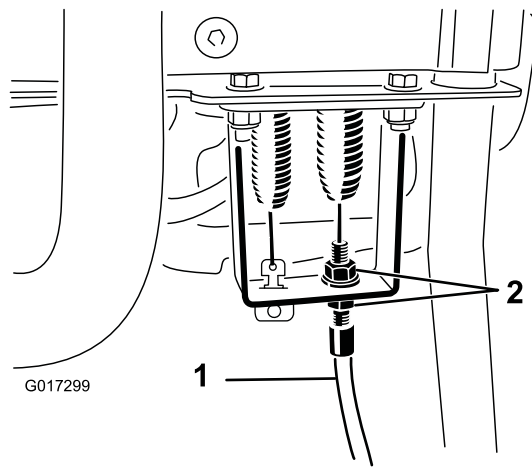

Bild 52
4. Lösen Sie den Spindelbowdenzug am Holmschott, bis das Kabel Spiel hat (Bild 52).